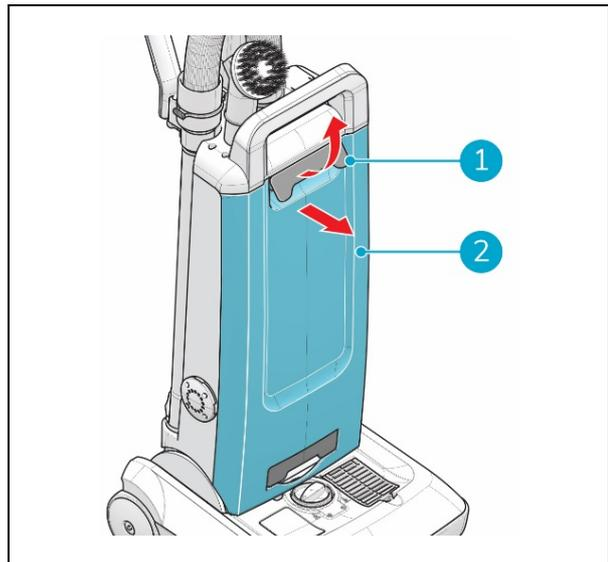

Figura 11
1. Tirare la maniglia di rilascio del coperchio anteriore (Figura 11, pos 1).
2. Rimuovere il coperchio anteriore (Figura 11, pos 2).